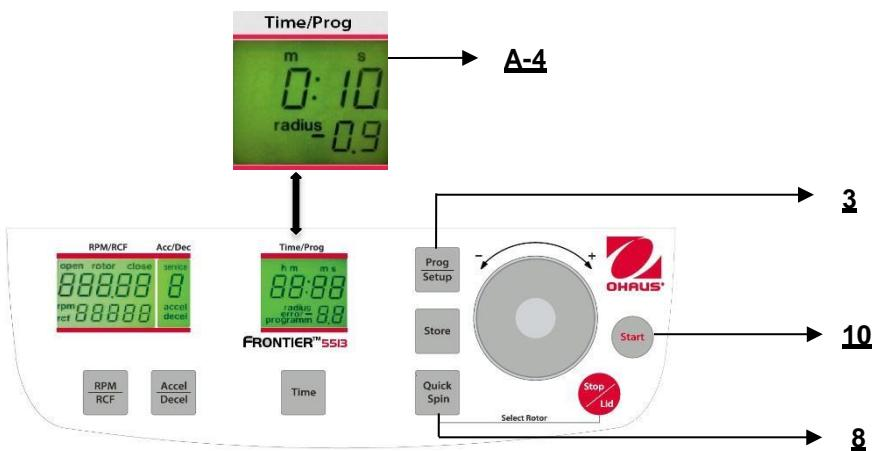

Figura. 24
E' possibile avviare la centrifuga con il tasto **"Start"** (10) (rif. figura 24) oppure con il tasto **"Quick Spin"** (8).
**Con il tasto "Start"** (10), si possono avviare cicli salvati oppure cicli con i parametri preselezionati manualmente. Quando è finito il rispettivo tempo ciclo preselezionato, la centrifuga si arresterà automaticamente.